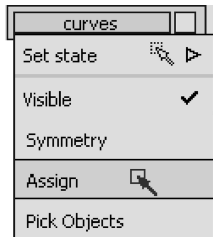

图 3-85 将曲线指定给【curves】层
- 38 在层栏的【curves】层中,按住鼠标左键显示下拉菜单,然后从菜单中选择【Assign】,将拾取的所有曲线指定给【curves】层,如图 3-85 所示。